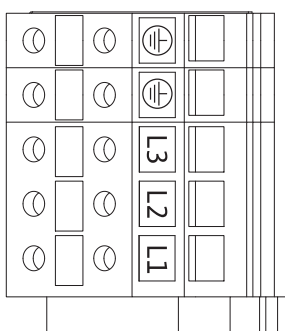

Fig. 26: bornes de potencia (bornes de alimentación eléctrica)
- Bornes de potencia (bornes de alimentación eléctrica) (fig. 26)